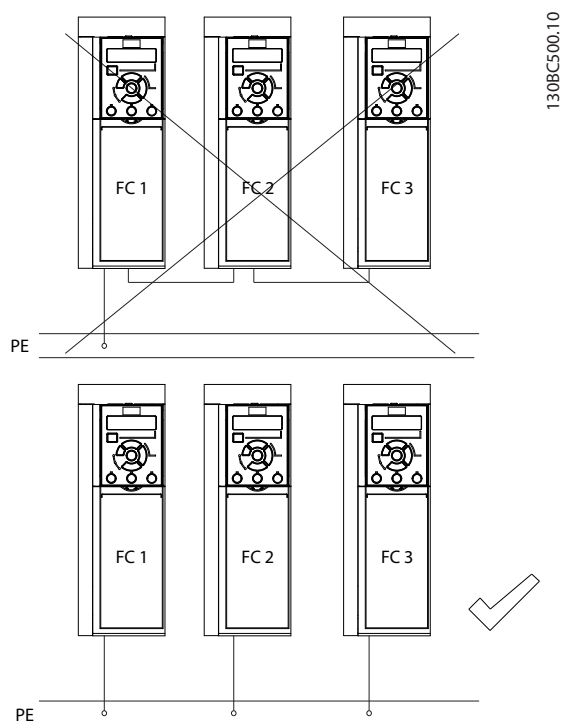

Рисунок 4.3 Принципы заземления
- Запрещается совместно заземлять несколько преобразователей частоты с использованием последовательного подключения (см. *Рисунок 4.3*)